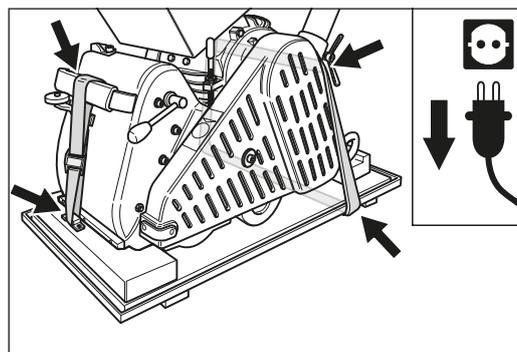

Fig. 25 Transport ou entreposage de la machine sur le bas de la caisse de transport.
- Pour le transport, vous pouvez également fixer la machine sur le bas de la caisse de transport à l'aide de deux sangles (fig. 25). Vous éviterez ainsi d'endommager le tambour de ponçage et les roues de roulement (faux-roul) !
**Lors de temps passé à l'arrêt prolongé, posez les machines sur le bas de la caisse de transport (fig. 25) ou renforcez le boîtier de la machine. Vous éviterez ainsi d'endommager le tambour de ponçage et les roues de roulement (faux-ronde) !**